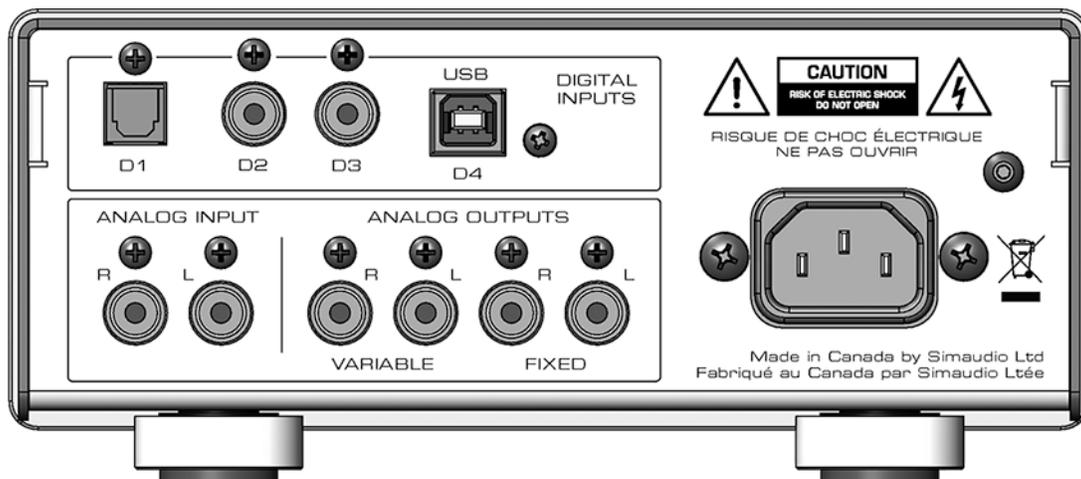

Figure 2: Panneau arrière du MOON 230HAD
Le panneau arrière ressemble à la figure 2 (ci-dessus). Il y a quatre (4) entrées numériques libellées D1, D2, D3 et D4 respectivement. L'entrée D1 utilise un connecteur Toslink; D2 et D3 un connecteur S/PDIF; D4 un connecteur USB de type-B. Directement en dessous il y a une entrée sur connecteur asymétrique (RCA) nommée «A1» suivi de sorties variable et fixe sur prise RCA.